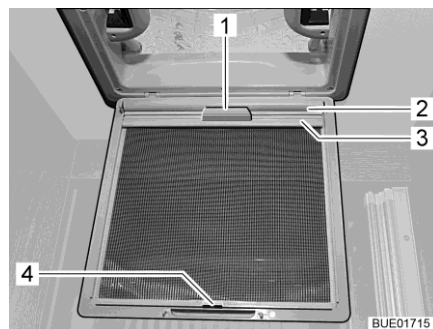

Fig. 32 Persiana oscurecedora enrollable (claraboya)
- Extraer la persiana oscurecedora enrollable (Fig. 32,2) por el tirador (Fig. 32,1) y enganchar el listón de sujeción (Fig. 32,3) en el gancho (Fig. 32,4) en la protección contra insectos.
- Desenganchar el listón de sujeción (Fig. 32,3) del gancho (Fig. 32,4) y regresar la persiana oscurecedora enrollable (Fig. 32,2) lentamente por el tirador (Fig. 32,1).